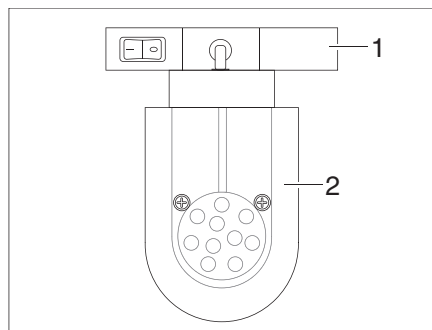

Fig. 145 Foco de LED (ejemplo)
- Sujetar el soporte (Fig. 145,1) y girarlo en 90°.
- Extraer el foco de LED (Fig. 145,2) del sistema de rieles.
- Colocar el foco de LED (Fig. 145,2) en el sistema de rieles en la posición deseada y girarlo en 90°.